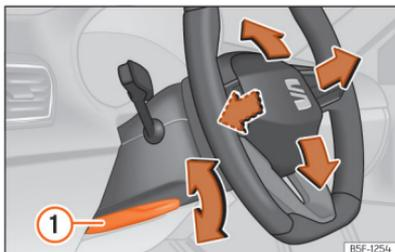

Fig. 71 Alavanca na parte inferior do lado esquerdo da coluna de direção
- Puxe a alavanca >>> **Fig. 71** ① para baixo, mova o volante até à posição desejada e volte a subir a alavanca até ao ponto de fecho.
- Após ajustar a coluna da direção, empurre firmemente a alavanca >>> **Fig. 71** ① para cima para que o volante não mude de posição acidentalmente durante o andamento.